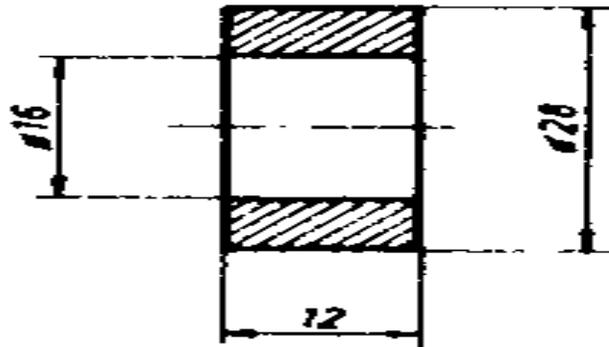

Fig. 32
Siguiendo con el ejemplo de la **Fig. 14**, supongamos que el casquillo de la **Fig. 32** debe encajar en su diámetro interior ($\varnothing 16$) y además coincidir en su anchura (12) con la parte correspondiente al eje.